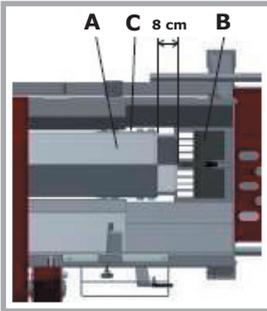

Abb. 15
- Spaltschieber (A) so weit ausfahren, dass sich die Druckplatte vom Spaltschieber ca. 8 cm vor dem Spaltnesser (B) befindet und die seitlichen Schrauben (C) der Abdeckhaube vom Spaltschieber erreichbar sind (Abb. 15), danach
- Schutzhaube (B, Abb. 15) der Spaltrinne öffnen, dazu muss sich die Kettensägenaufnahme in Neutralstellung befinden, da die Schutzhaube der Spaltrinne sonst nicht geöffnet werden kann.
- Befestigungsschrauben (C, Abb. 15) der Abdeckhaube des Spaltschiebers entfernen und diese nach links wegschieben